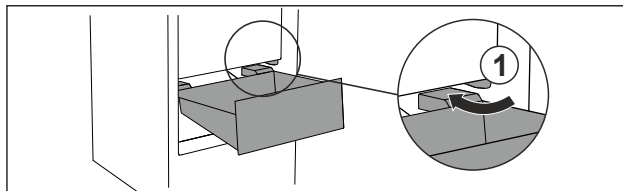

Fig. 34
► Lade schuin rond de stoppers Fig. 34 (1) leiden.